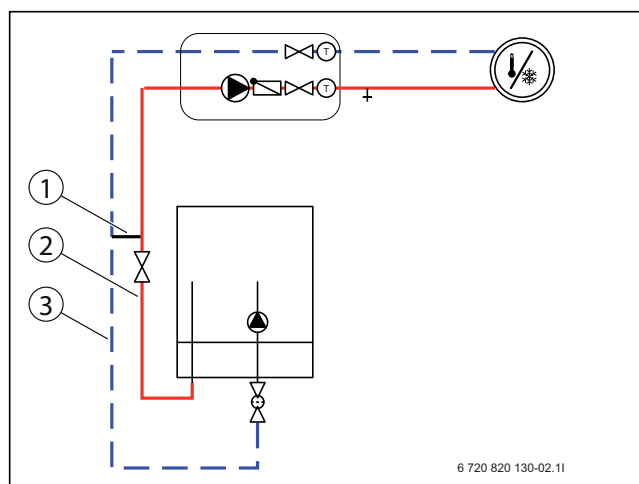
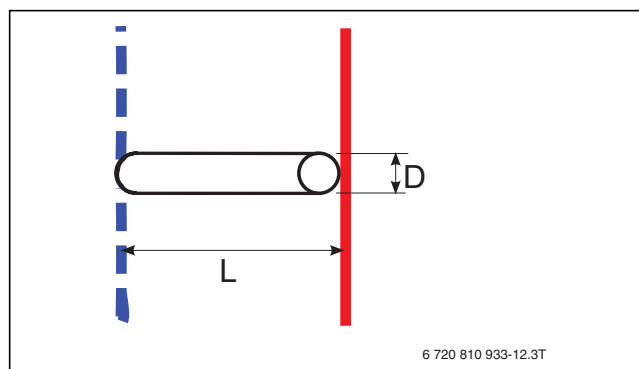
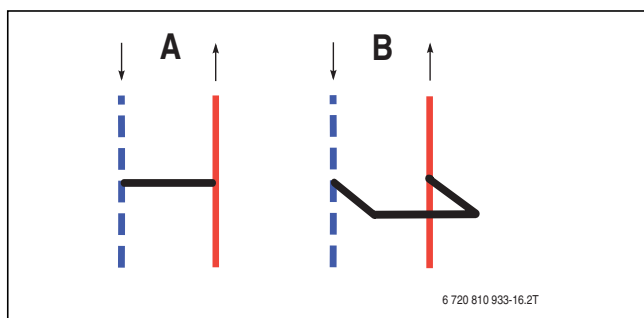

Рис. 3 Внутренний блок с отопительным контуром и байпасом
Рис. 5 Байпас, подробный вид (→ [1] рис. 3 и 4)
Рис. 6 Байпас
- [1] Байпас (→ рис. 5) (→ [1] таб. 9)
| Тепловойнасос | ([2] → рис. 3и 4)наружныйдиаметртрубыподающей/обратнойлинии | ([1] → рис. 3и 4)наружныйдиаметртрубыбайпаса ([D]→ рис. 5) | Исполнение байпаса                                                      |                                                                         |
|                       | мм                                                                                      | мм                                                                                 | ([A] →рис. 6)Минимальная длинабайпаса ([L]→ рис. 5) | ([B] →рис. 6)Минимальная длинабайпаса ([L]→ рис. 5) |